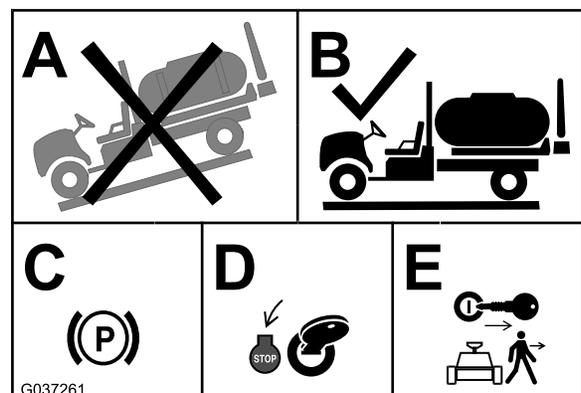

Bild 1
1. Stellen Sie die Maschine auf einer ebenen Fläche ab (Kasten A und B in Bild 1).
2. Aktivieren Sie die Feststellbremse (Kasten C in Bild 1).
3. Stellen Sie den Motor ab (Kasten D in Bild 1).
4. Ziehen Sie den Schlüssel ab (Kasten E in Bild 1).